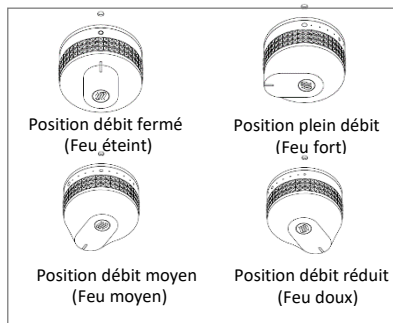

Figure 1 : Réglage de la manette de commande
6. Régler ensuite à volonté la hauteur de la flamme en tournant la ou les manettes de commande de plein débit (grand cercle) à débit réduit (petit cercle) (Voir figure 1)